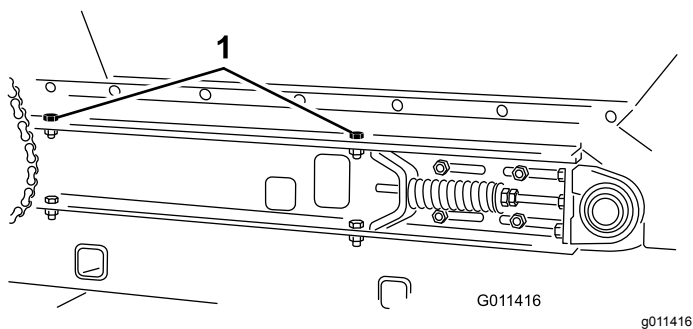

**Figura 31**
3. Afloje las contratuercas y las tuercas de la varilla tensora para aliviar la tensión del muelle (Figura 31).